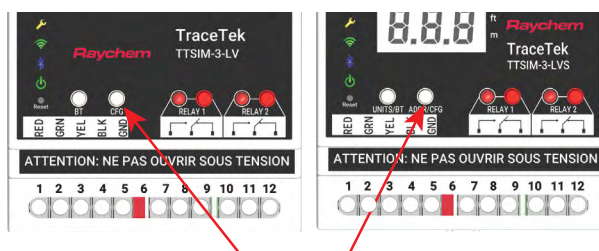

Figure 7a. Bouton de configuration
- Appuyez sur le bouton de configuration du TTSIM-3/4 pendant 3 secondes, comme illustré à la figure 7a (les variantes avec écran LCD affichent « CFG »). Les voyants Bluetooth, Wi-Fi, Service et Fuite clignotent simultanément pendant cette opération.